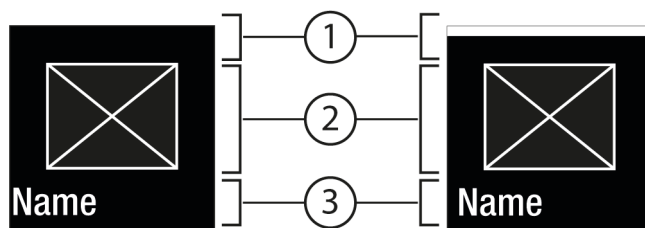
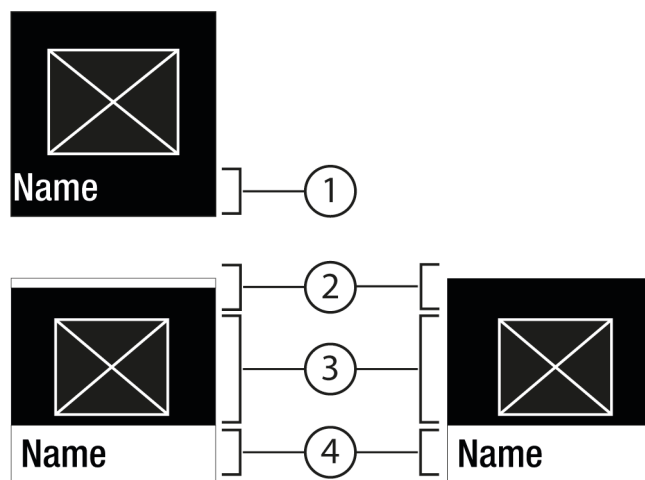

Fig. 6
Fig. 7
- С помощью Подтвердить Fig. 5 (2) вызвать Подменю Fig. 7 (4).
- Установка нового значения: С помощью Подтвердить Fig. 5 (2) выбрать деактивированное значение Fig. 6 (1).
- Назад в меню: С помощью Подтвердить Fig. 5 (2) выбрать уже активированное значение Fig. 6 (2).
- ▷ Состояние: активировано *Fig. 6 (1)* появляется ненадолго в Подменю *Fig. 7 (4)*.